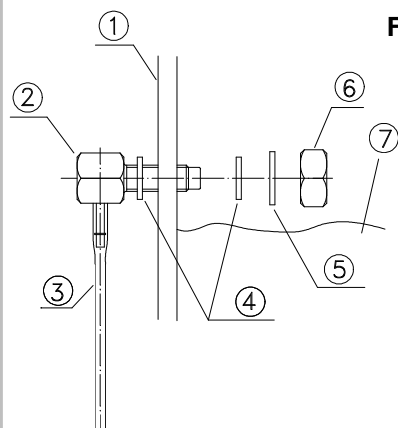

Figura 3
- Praticare un foro da 22 mm sul lato verticale della vasca, appena al di sopra del livello dell'acqua e fissare il raccordo d'iniezione come indicato nel disegno (Figura 3)